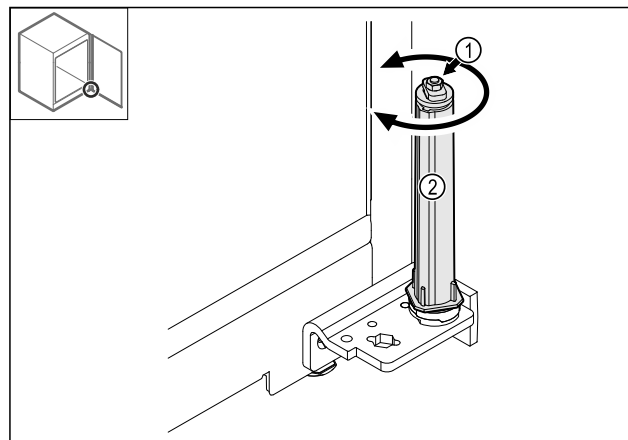

Fig. 40
- Ne razstavljajte vijačne povezave Fig. 40 (1) sistema za zaklepanje.
- Obračajte sistem za zaklepanje Fig. 40 (2), dokler ne klikne.